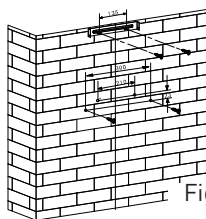

Figura 2
3. Después de decidir la altura de la campana extractora, mida la posición de los orificios para colgar la campana y el soporte interior de la chimenea. Haga 4 agujeros de 8: 2 para el soporte de chimenea interior y 2 para colgar la campana, procurando que esta última quede nivelada. La posición del soporte de la chimenea interior corresponde a la ubicación de la chimenea. Véase la figura 2.
4. Atornille dos tornillos 4 x 30 mm en la pared con tacos para fijar la campana, después utilice dos tornillos 4 mm x 40 mm para fijar el soporte de chimenea interior. Véase la figura 2.